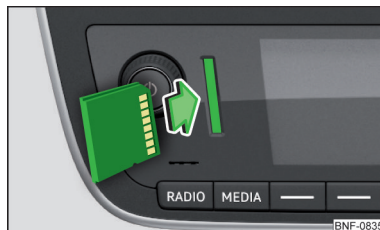

Fig. 107
- **Introducir** la tarjeta SD en la ranura en el sentido de la flecha con la esquina cortada y ajustada hacia arriba hasta que "enclave" » **fig. 107**.